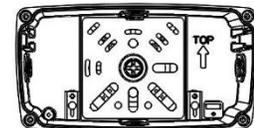

Figure 1.2
2. Fixez la boîte d'encastrement au mur avec la flèche orientée vers le haut, après avoir installé le joint fourni. Scellez les deux côtés, le dessus et les trous de vis de la boîte en saillie à l'aide de silicone, assurez-vous que le luminaire est de niveau à l'aide du niveau fourni (Fig. 1.2).